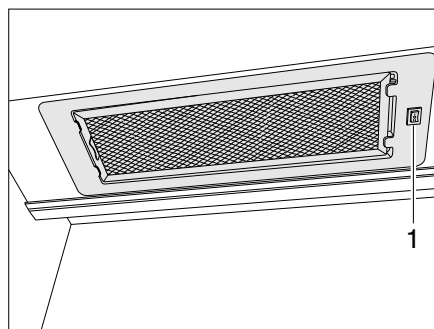

Bild 130 Dunstabzug
- Den Dunstabzug mit dem Schalter (Bild 130,1) ein- und ausschalten.